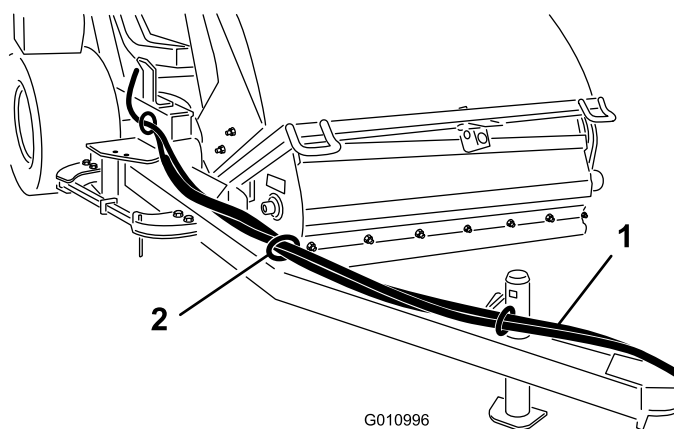

Figura 10
1. Infilate i flessibili idraulici e il cablaggio preassemblato nelle guide dei flessibili davanti al timone di traino (Figura 10).